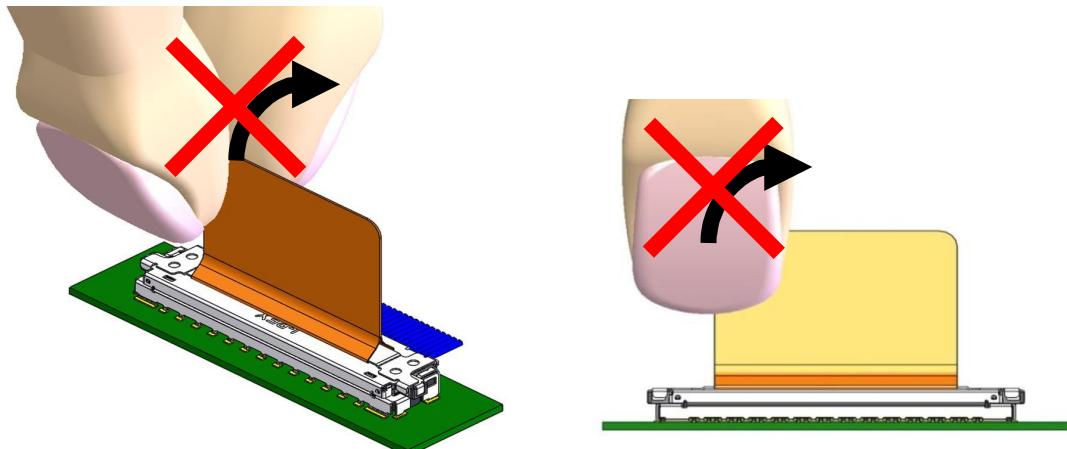
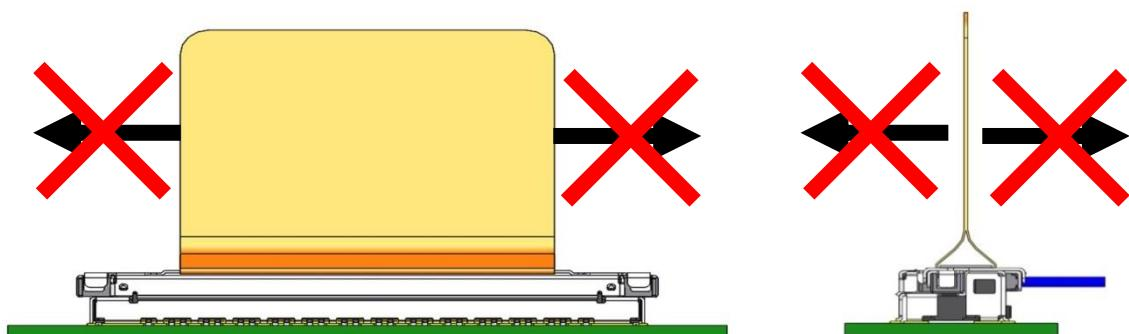

Fig.33 PULL TAPE 片端掴み
Fig.34 PULL TAPE 引張方向
- ・Fig.33 のように PULL TAPE の片端を掴んで回転抜去をしないでください。また Fig.34 のような方向に PULL TAPE を引張らないでください。PULL TAPE が切れたり、SHELL-A, PULL TAPE HOLDER の変形などが発生する原因となりますので、抜去時は PULL TAPE の中心を掴んで基板に対し垂直に抜去してください。